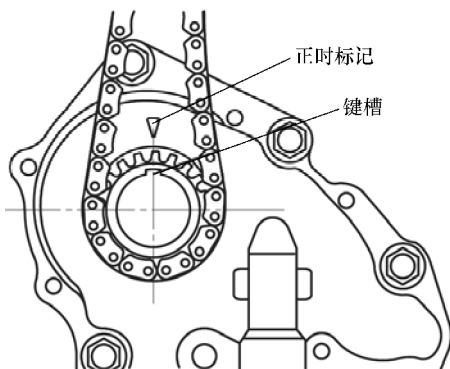

图 10-15 对齐曲轴正时标记
1) 顺时针旋转曲轴，将曲轴链轮的键槽与正时标记对齐，然后将1号气缸定位到TDC处，如图10-15所示。